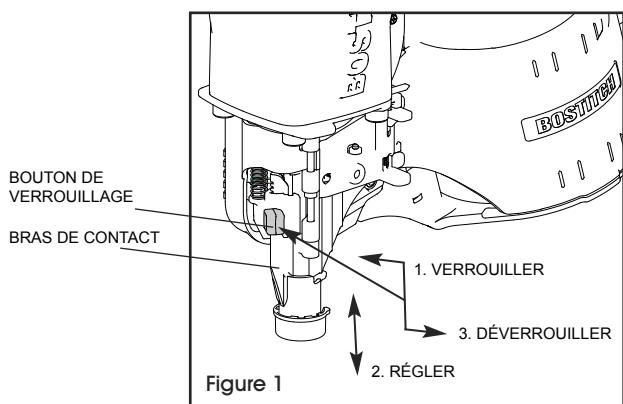

Figure 1
3. Dégarez le bouton de verrouillage. (Voir Figure 1)